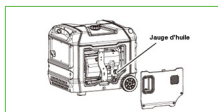

Fig. 1
- Dévissez la vis du capot extérieur droit et retirez le capot. (Fig. 1)
- Dévissez la vis du capot extérieur droit et retirez le capot. (S'il s'agit de la première mise en service, le capot doit déjà avoir été retiré lors de l'étape précédente. Sinon, effectuez d'abord la procédure indiquée à la Fig. 1 ci-dessus.)